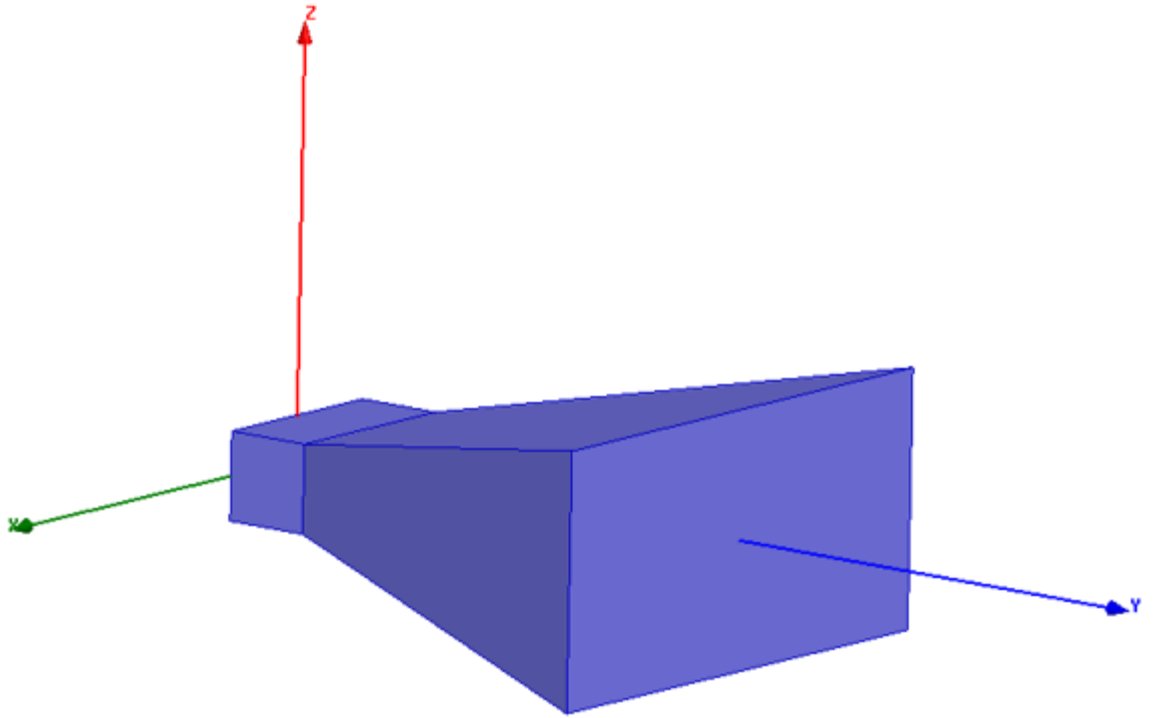

Рис.1.
8. Пусть дана рупорная антенна, расположенная в пространстве, как представлено на рис.1. Какие углы φ и θ необходимо указать при построении 2D диаграмм направленности в азимутальной и угломестной плоскостях в среде ANSYS HFSS.